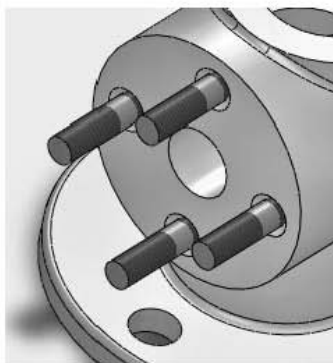

Рис. 6.20. Вставка оставшихся шпилек
7. Сразу же аналогично установите оставшиеся три шпильки (рис. 6.20).